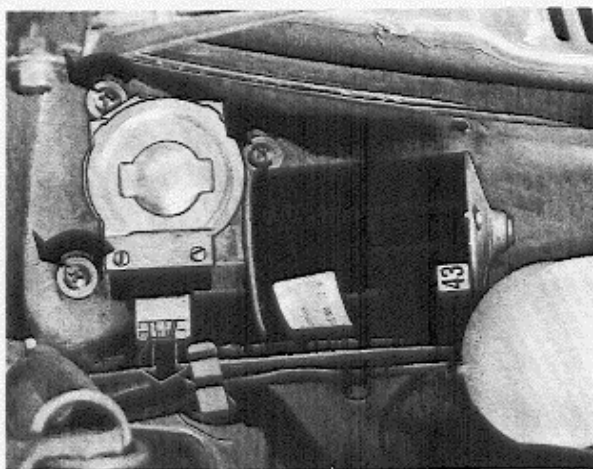

Abb. 3-16 Ausbau des Wischermotors
3. Die drei Befestigungsschrauben (Abb. 3-16) lösen und den Wischermotor abnehmen.